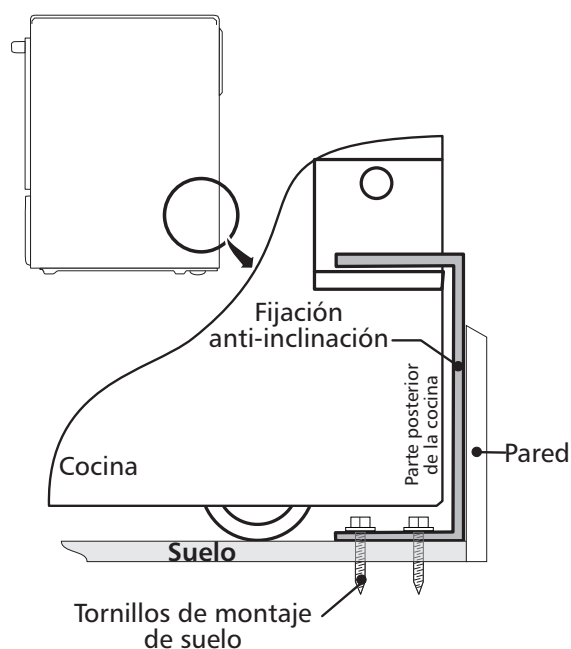

Figura 19
4. Retire el modelo y ubique la abrazadera en el suelo. Alinee los orificios en la abrazadera con las marcas en el suelo y ajuste con los cuatro tornillos provistos. La abrazadera debe quedar fijada al suelo (Figura 19) sólido. Si se fija al suelo concreto, primero haga orificios pilotos de un diámetro de 3/16" (0,48 cm), utilizando una barrena para concreto.
6. Deslice la cocina hacia su lugar asegurándose que la pata de centro trasera está completamente segura con el soporte anti-inclinación (Figura 19). Baje la cocina ajustando las 4 patas de nivelación hasta que la plancha de cocinar está apoyada en el mostrador. Refiere a la "Nivelación de la cocina".